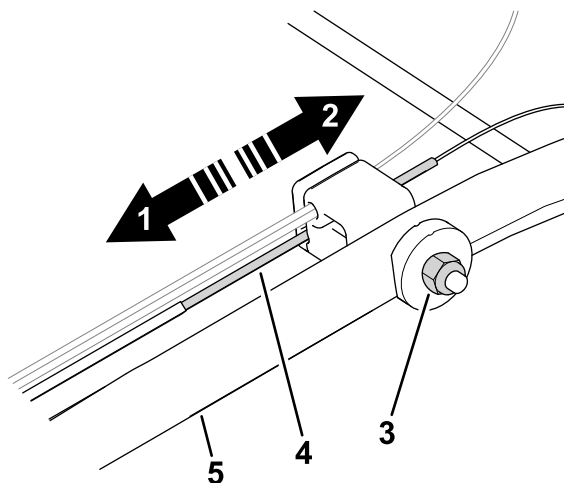

Figura 25
1. Gire la tuerca de ajuste en sentido antihorario para aflojar el ajuste del cable (Figura 25).
2. Ajuste la tensión del cable (Figura 25) tirando del mismo hacia atrás o empujándolo hacia adelante, y sujételo en esa posición.